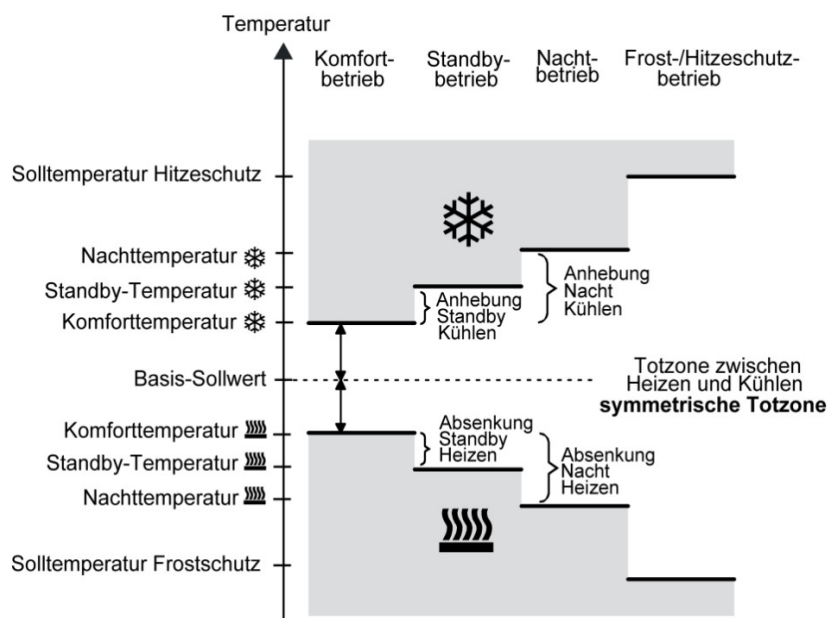

Abbildung 28: Übersicht zur Temperaturverstellung im Regler
Regler kennt für jeden Betriebsmodus getrennte Sollwerte. Folgt man den KNX Designrichtlinien sind diese alle vom Basis-Sollwert abhängig (vgl. Abbildung 28). Durch diese Abhängigkeit wird es möglich, dass der Regler selbstständig zwischen Heizen und Kühlen umschalten kann, da jeder Sollwert eindeutig als „zu warm“ bzw. „zu kalt“ zugeordnet werden kann.
Der Regler kennt für jeden Betriebsmodus getrennte Sollwerte, wobei diese alle vom Basis-Sollwert abhängig sind, Standby Heizen und Nacht Heizen sind jeweils als relative Größe zum Komfortbetrieb zu verstehen. Die Verstellung wirkt sich dabei immer mindernd auf die Solltemperatur aus. D.h. der Nachtbetrieb/Standbybetrieb beim Heizen hat grundsätzlich eine tiefere (oder höchstens gleiche) Solltemperatur wie der Komfortbetrieb (vgl. Abbildung 28).
Umgekehrt verhält es sich beim Kühlen: Hier erhöht die Vorgabe der Verstellung der Nacht/Standby immer deren Solltemperatur im Vergleich zum Basis-Sollwert (vgl. Abbildung 28).
Die in Abbildung 28 abgebildeten Größen sind KNX standardisiertes Verhalten. Alle Parameter können mit Hilfe der Applikation des MeTa2 entsprechend angepasst werden. Über den Bus kann der Basis-Sollwert verschoben werden.
- Im Nacht-Betrieb wird nur die Differenz dieses Modus zur Basis-Solltemperatur verändert. Wie Abbildung 28 zeigt, ist im Heizbetrieb die Solltemperatur des Nacht-Betrieb stets kleiner oder gleich der Komforttemperatur. Daher ist im Heizbetrieb die Verstellung nur max. bis zu dieser Temperatur möglich. Umgekehrt ist im Kühlbetrieb die Verstellung kleiner oder gleich der Komforttemperatur des Kühlbetriebs. Daher ist eine Verstellung nur bis zu dieser Temperatur möglich.
- Im Standby-Betrieb wird nur die Differenz dieses Modus zur Basis-Solltemperatur verändert. Daher gilt auch hier: Wie Abbildung 28 zeigt, ist im Heizbetrieb die Solltemperatur des Standby-Betriebs stets kleiner oder gleich der Komforttemperatur. Daher ist im Heizbetrieb die Verstellung nur max. bis zu dieser Temperatur möglich. Umgekehrt ist im Kühlbetrieb die Verstellung kleiner oder gleich der Komforttemperatur des Kühlbetriebs. Daher ist eine Verstellung nur bis zu dieser Temperatur möglich.